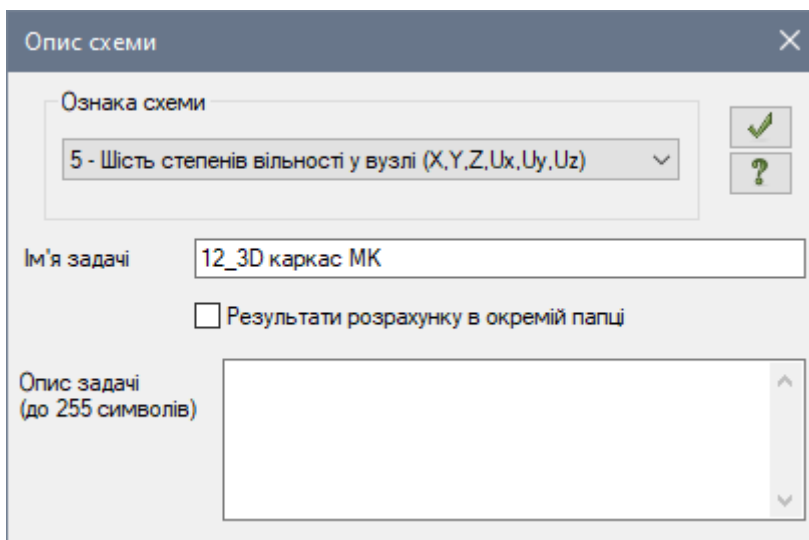

Рис. 12.2. Діалогове вікно **Опис схеми**
- У діалоговому вікні **Опис схеми** (рис. 12.2) задайте наступні параметри: